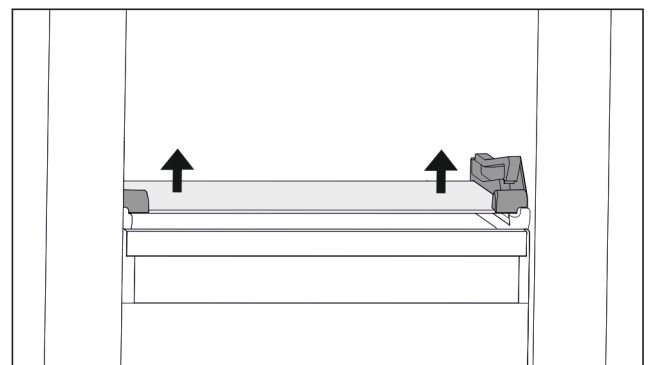

Fig. 131 Sklenená doska sklopnej zásuvky
- ▶ Na oboch stranách potlačte sklenenú dosku zospodu nahor. (pozri Fig. 131)